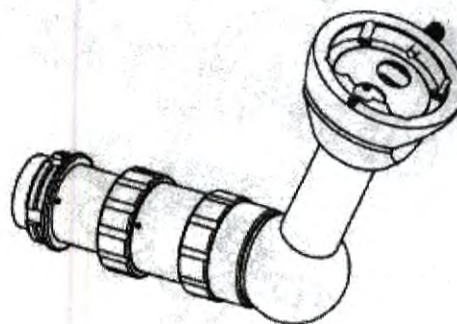

Рис. 23
10.4 Мост наблюдения для ассистента с наклонной головкой (рис. 23)